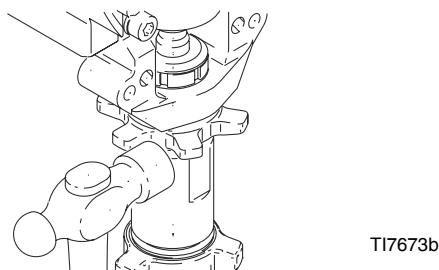

Рис. 17
6. Рис. 17. Ослабьте контргайку сильным ударом молотка весом около 0,5 кг (максимум). Открутите насос.